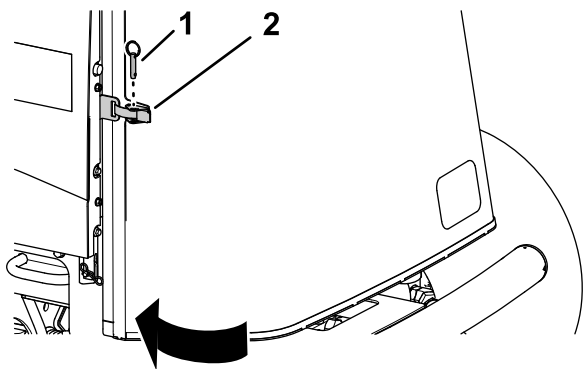

Figura 103
1. Închideți și blocați ecranul (Figura 103).